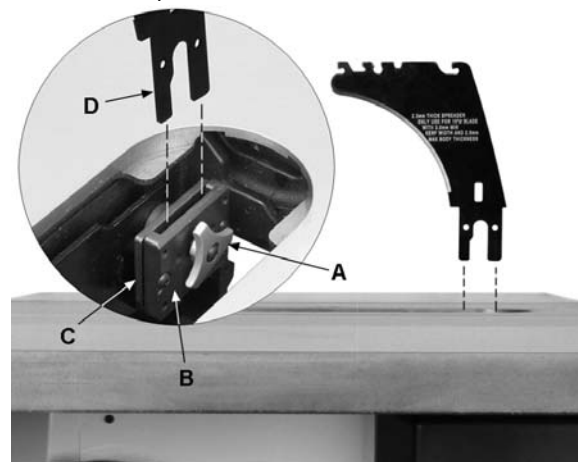

Рис. 11
Показано на рис. 11:
3. Через отверстие в столе пилы, ослабьте ручку (A, рисунок 11), поворачивая ее против часовой стрелки. Прижимная пластина (B) отойдет от неподвижной пластины (C), оставив зазор.
4. Вставьте паз расклинивающего ножа (D) полностью в зазор между двумя пластинами на установочную шпильку.
5. Затяните ручку (A), чтобы закрепить расклинивающий нож.
Прижимные пластины (В/С, рисунок 11) отрегулированы на заводе, и дополнительная регулировка защитного кожуха диска и расклинивающего ножа в сборе не требуется. Тем не менее, правильная сборка очень важна. Перед работой с циркулярной пилой прочтите раздел 3.15 - Выравнивание расклинивающего ножа и защитного кожуха, для проверки и последующей процедуры регулировки, если это необходимо.